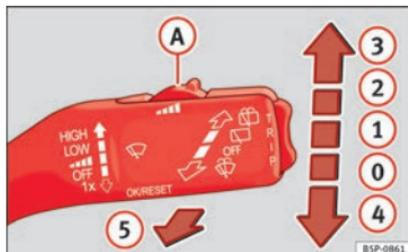

Fig. 69 Palanca del limpiacristales.
La palanca del limpiacristales » fig. 69 tiene las siguientes posiciones:
• Si se detiene el vehículo estando el limpiaparabrisas funcionando en la posición , »» fig. 69 o en la posición , comenzará a funcionar automáticamente en una posición inferior. Si el vehículo reinicia la marcha, el limpiaparabrisas seguirá funcionando en la posición seleccionada originalmente.